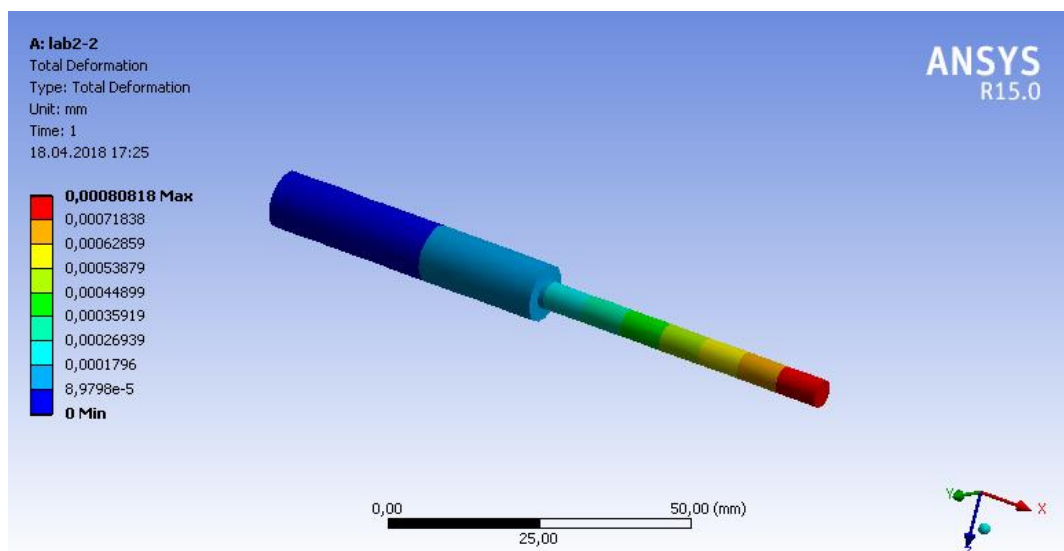

Рис. 7.
4.8. Після розрахунку будуть наведені поля результатів (Рис. 7 – 8).